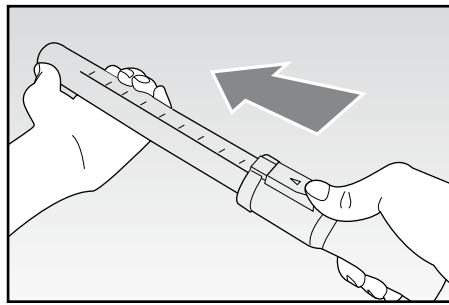

Fig. 4
- Spingere il dispositivo di scorrimento (P) in avanti e tirare fuori la parte inferiore del tubo fino alla lunghezza desiderata (Fig. 4). Poi, semplicemente, rilasciare la presa e il dispositivo tornerà al suo posto.